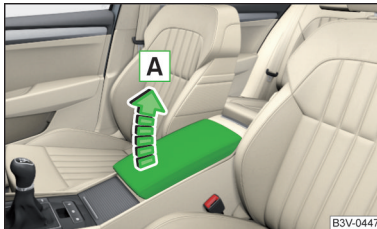

Abb. 90
- Zur **Höheneinstellung** die Armlehne in Pfeilrichtung **A** in eine der Raststellungen anheben » **Abb. 90**.